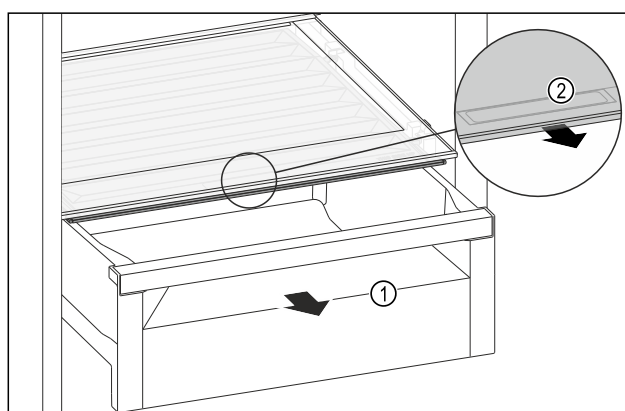

Fig. 200
- ▶ 拉出抽屉 Fig. 200 (1)。
- ▶ 抓住抽屉盖上的内嵌式拉手 Fig. 200 (2)，并同时向前拉出抽屉盖。